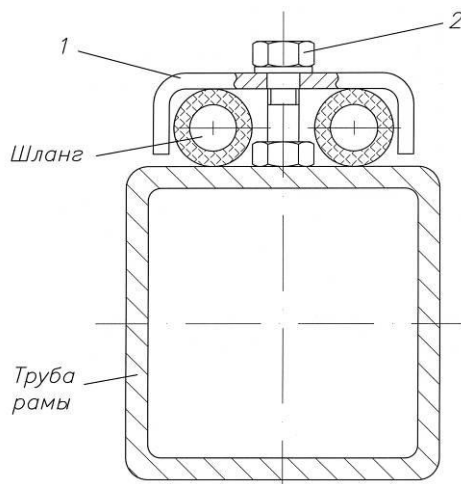

Рис. 4.5.2. Крепление гидрошлангов на раме
4.5.2. Закрепите шланги на рамах кронштейнами 1, используя болты 2 М10, шайбы и шайбы пружинные (см. рис. 4.5.2). Так как корпуса цилиндров в процессе работы перемещаются, нужно обеспечить необходимый запас шлангов по длине при креплении их в непосредственной близости от цилиндров. Шланги, идущие на переднюю подвеску, должны быть проложены с внутренней по отношению к центру посевного агрегата стороны (это предохранит шланги от повреждения при подъеме крыльев).
Для ПК с одноосным бункером кран-распределитель 1 «шнек – управление крыльями» монтируется на задней части рамы бункера с правой стороны рядом с лестницей с помощью болтов 2 (М8х50мм), гаек 3 (М8) и шайб пружинных (Рис. 4.5.2.1).